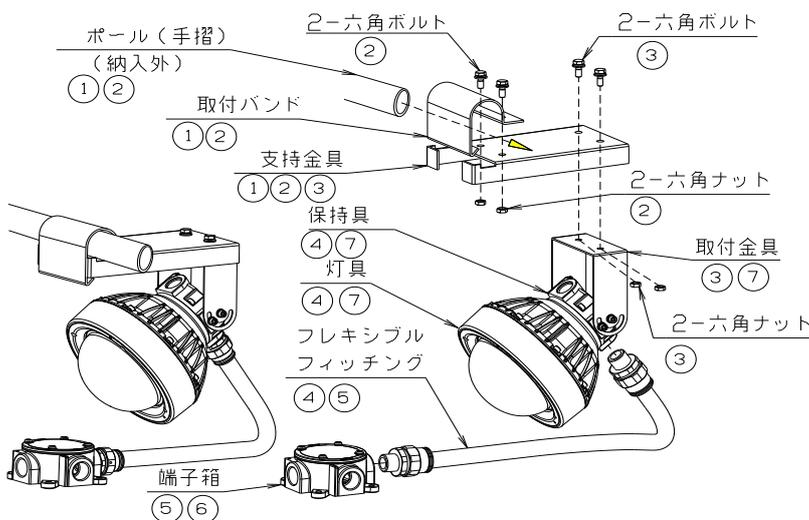
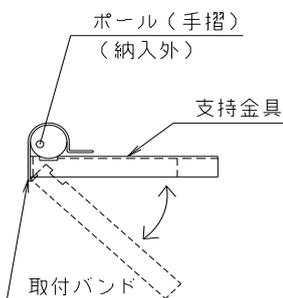
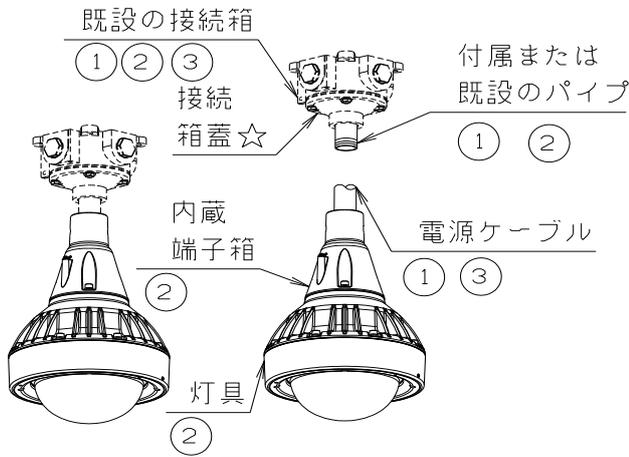

図4
図5
図6
- ① 取付金具をM8ボルト、または同等の強度を持つボルトにて水平な取付面に強固に取付けます。
- ② 電源線(白黒: 電源線、緑: アース線)をフレキシブルフィッティングに通した後、フレキシブルフィッティングを保持具(灯具)に取付けてください。
- ③ 電源線(白黒: 電源線、緑: アース線)を端子箱に通した後、端子箱をフレキシブルフィッティングに取付けてください。
- ④ 端子箱内で電源線(白黒: 電源線、緑: アース線)の結線を行ってください。
- ⑤ 取付金具で灯具の角度調節を行ってください。
■手摺取付形(図4、図5: LZLA110114の例です)
- ① 図5の通り、取付バンドを支持金具に引掛け、ポール(手摺)を挟込んでください。
- ② 支持金具を水平に保ちながら、取付バンド側の六角ボルト(2本)と六角ナット(2個)でポールを挟んだ状態で取付バンドと支持金具を強固に固定してください。
- ③ 取付金具側の六角ボルト(2本)と六角ナット(2個)で、灯具を持上げて器具の取付金具と支持金具に強固に取付けます。
- ④ 電源線(白黒: 電源線、緑: アース線)をフレキシブルフィッティングに通した後、フレキシブルフィッティングを保持具(灯具)に取付けてください。
- ⑤ 電源線(白黒: 電源線、緑: アース線)を端子箱に通した後、端子箱をフレキシブルフィッティングに取付けてください。
- ⑥ 端子箱内で電源線(白黒: 電源線、緑: アース線)の結線を行ってください。
- ⑦ 取付金具で灯具の角度調節を行ってください。
■取替需要形(図6:LZLA110124の例です)